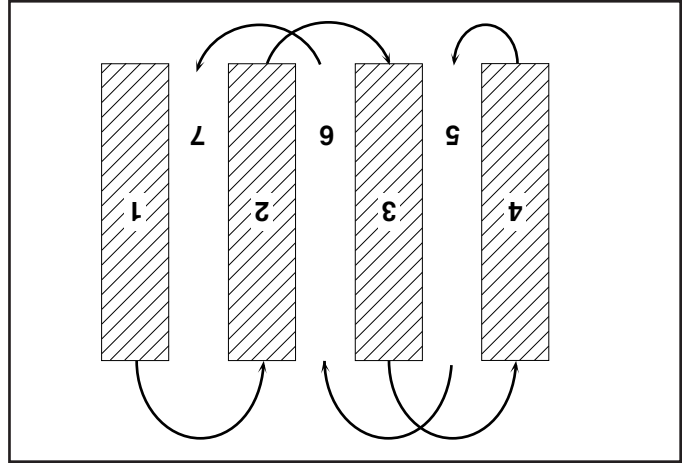

FIG. 15
- Les conditions du sol sont importantes pour un bon labourage. Les dents ne pénétreront pas facilement un sol sec et dur qui peut contribuer à des rebondissements exagérés et un être humide avant le labourage; par conséquent, un sol extrêmement mouillé formera des boules ou des mottes durant le labourage. Attendez jusqu'à ce que le sol soit moins mouillé afin d'obtenir les meilleurs résultats. Quand le labourage se fait à l'autome, enlevez les vignes et les longues herbes pour empêcher celles-ci de s'enrouler autour de l'arbre des dents et ralentir l'opération de labourage. Vous trouverez le labourage beaucoup plus facile si vous laissez un sillon non bêché entre les passes. En ce temps-là, retournez le rang de labourage (Voir la fig. 15). Il y a deux raisons pour faire ceci. Premièrement, des virages larges sont beaucoup plus faciles à prendre que faire des demi-tours. Deuxièmement, la moto-bineuse ne vous entraînera pas vers le rang bêché qui est le plus proche.